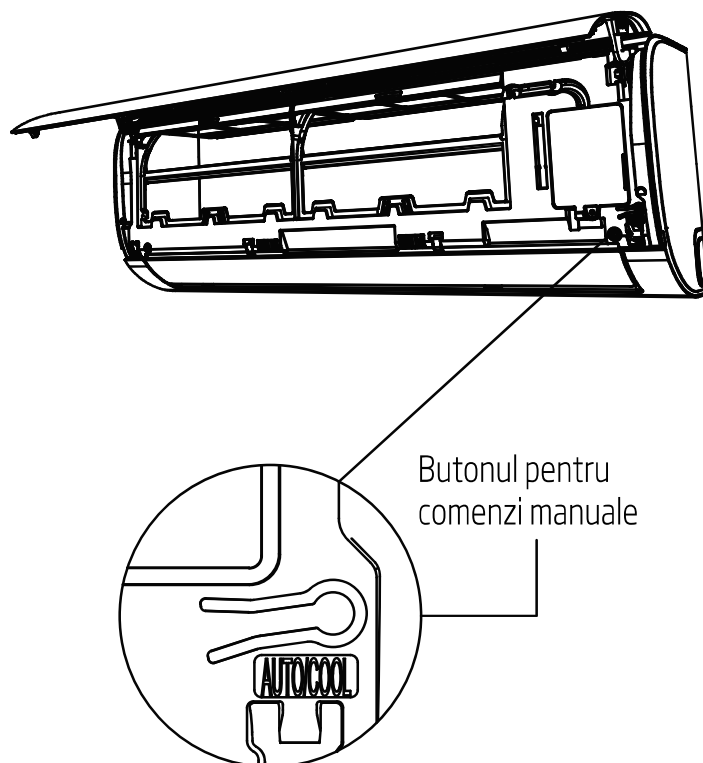

Fig. 10.1
2. Butonul **Manual control** (Control manual) este amplasat pe partea dreaptă a unității. Apăsați-l de două ori pentru a selecta funcția Cool (răcire). A se vedea Fig. 10.1